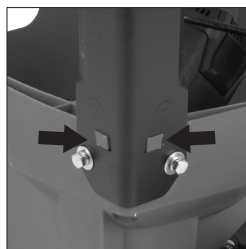

Fig. 4
- Bevestig de vier poten (**A**) aan de behuizing van de machine met behulp van de eerder verwijderde zeskantkopschroeven. Draai de schroeven in dit stadium nog niet vast. Handvast draaien is voldoende en wees voorzichtig en zorg ervoor dat de rechthoekige in de behuizing van de machine aangebrachte naaf in de rechthoekige sleuf in de bovenkant van de poten valt (**Fig. 4**)